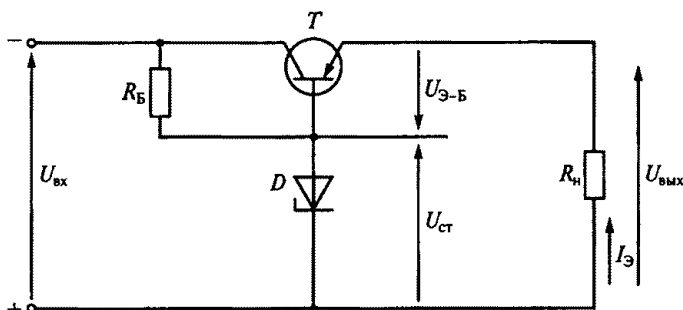

Рис. 201
8.14. Как изменится напряжение $U_{Э-Б}$ в схеме электронного стабилизатора напряжения на рис. 201 при уменьшении сопротивления нагрузки R_n ?